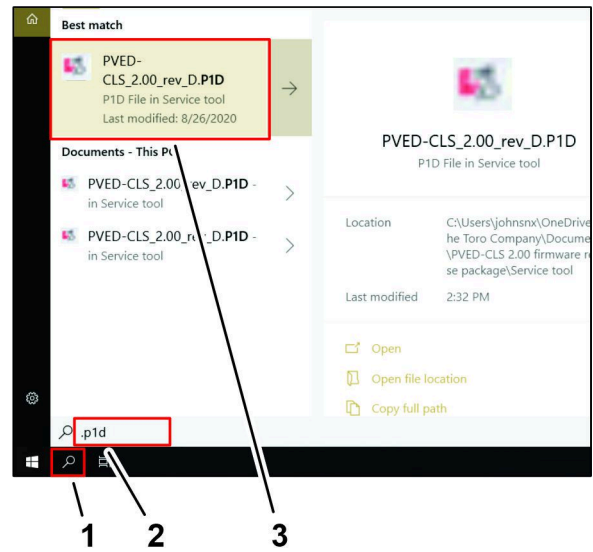

Figure 37
3. Dans la zone de texte TAPER ICI POUR CHERCHER, tapez .P1D et appuyez sur la touche Entrée (Figure 37).
4. Cliquez sur l'icône PVED-CLS\_2.00\_rev\_D.P1D (Figure 37).
2. Dans la barre des tâches Windows, cliquez sur l'icône de RECHERCHE (Figure 37).